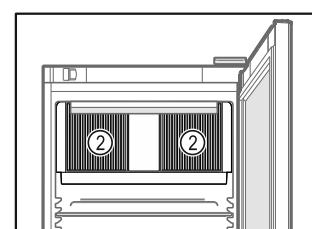

Fig. 59
- Mantenga libres las ranuras de ventilación *Fig. 59 (2)* del ventilador de aire circulante en el interior.